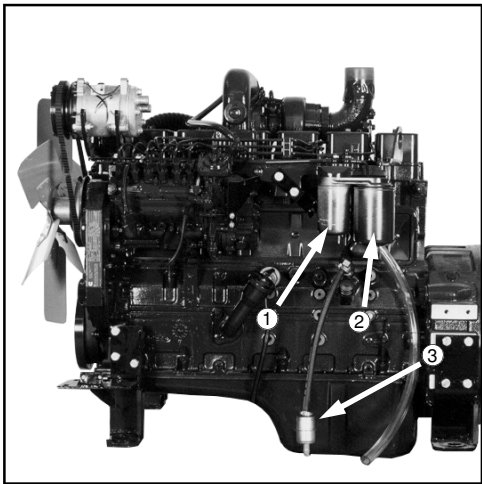

FIG 7.22
**PRIMARIO (SEPARADOR DE AGUA)** - (fig. 7.22, ítem 2)
**SECUNDARIO** - (fig. 7.22, ítem 1) Sustituya cada 500 horas o una vez al año, cualquiera que suceda primero.
**TAMIZ EN LÍNEA** - (fig. 7.22, ítem 3) observar la dirección de la flecha de flujo de combustible cuando se reemplace.